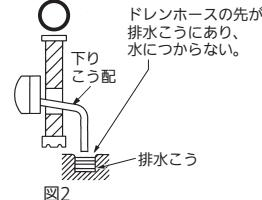

図2
- ドレン配管はドレンが流れやすいように、必ず下りこう配をつけて配管してください。(図2)また、ドレンキャップを取り付けた側が低くならないように室内機を水平に据え付けてください。ドレンがたまり、臭いや水漏れが起きる場合があります。